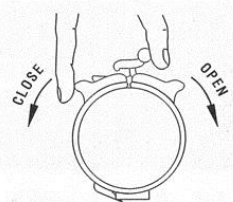
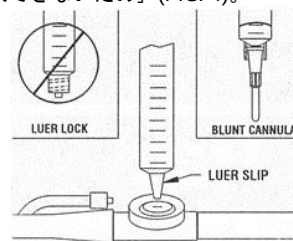

FIG. 3
FIG. 4
8. 排尿口を開放し尿を排出するには、スブラッシュガードの白いレバーを時計回りに動かす。排尿口を閉じるときは、レバーを反時計回りに、カチッとロックされるまで動かす(FIG. 3)。
9. 尿標本を採取するには、サンプリングポート表面を消毒剤で拭く。ルーアースリンジあるいはブラントチップカニュラの先端をニードルレスサンプリングポートの中央に挿入する(FIG. 4)。標本を採取したらシリンジを抜き取る。
注意：ルーアロック方式のシリンジは使用不可 [サンプリングポートに挿入できないため] (FIG. 4)。
- ④ カテーテルの体外に出ている部分を切断する。ただし断端を尿道内に押し込まないようにコップル等で固定して処置を行う(図3)。場合によってはインフレーションルーメンに合う径の留置針を差し込み、再度ゆるやかにポンピングを試みる(図4)。
(図3)
(図4)